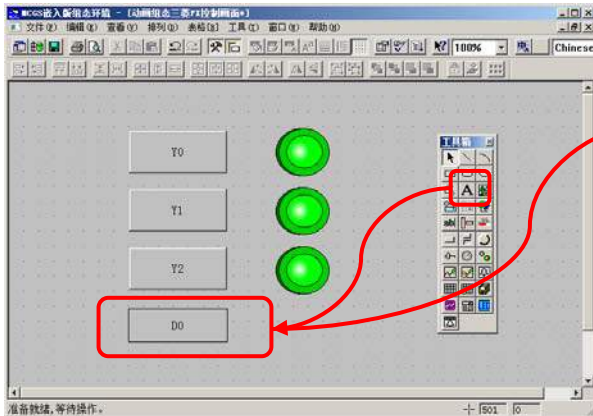
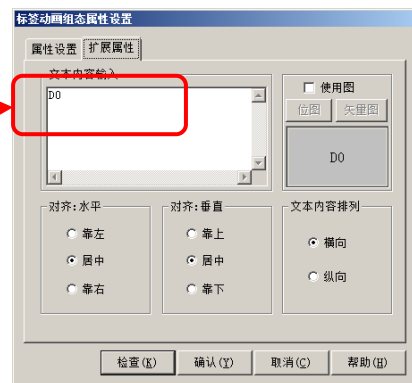

图 4.2.10
图 4.2.11
③ **标签**：单击选中工具箱中的“标签”构件，在窗口按住鼠标左键，拖放出一定大小的标签，如图 4.2.10。然后双击该标签，弹出“标签动画组态属性设置”对话框，在“扩展属性”页中的“文本内容输入”中输入 D0，点击确认，如图 4.2.11。